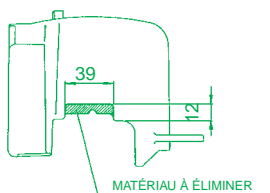

Fig. 1
- Insérer le joint de culasse (9) et la culasse d'origine, après avoir éliminé les éventuels dépôts charbonneux, sur les goujons jusqu'en butée contre le cylindre.
- Installer le soufflet sur le cylindre (modifié comme la Fig. 1 le montre), le déflecteur et la nouvelle bougie (voir section « Conseils importants »).